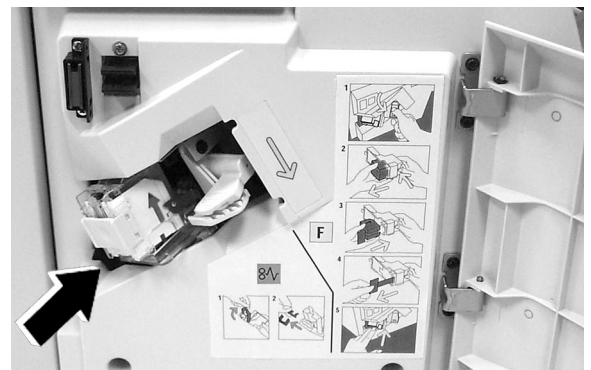

Figura 8: Modo de introducir el cartucho de grapas en su alojamiento
- 8 Sujete el cartucho de grapas por la barra dorada e introdúzcalo en el alojamiento del cartucho (Figura 8).